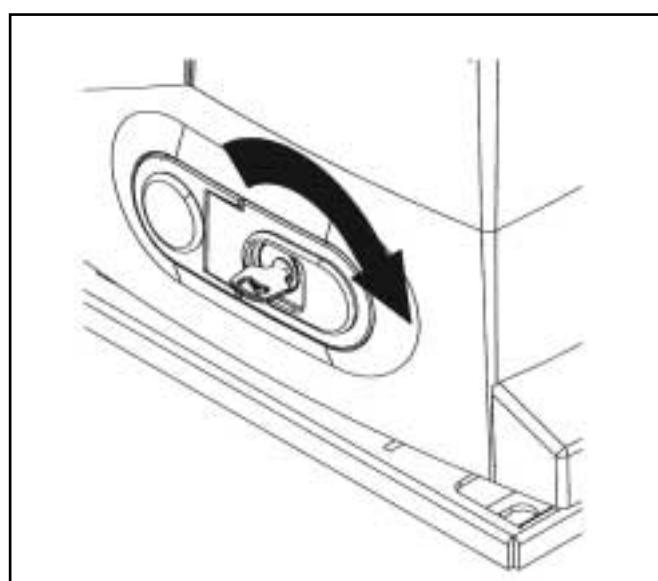

Fig. 23
- Introduire la clé dans la serrure (fig. 23) et la tourner à droite à 90°; la portillon de déverrouillage se débloque.